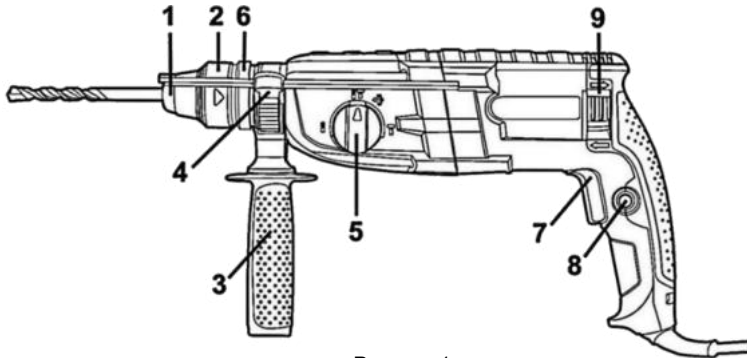

Рисунок 1
**4.1** Виберіть необхідний режим роботи виробу за допомогою перемикача (5) (див. рисунок 1, таблицю 1). При необхідності встановлення свердлильного патрона з хвостовиком SDS-plus, – встановіть його в патрон SDS-plus замість бурів.
**4.2** Для увімкнення виробу натисніть на курковий важіль перемикача (7) (рис.1). Для відключення виробу слід курок відпустити.